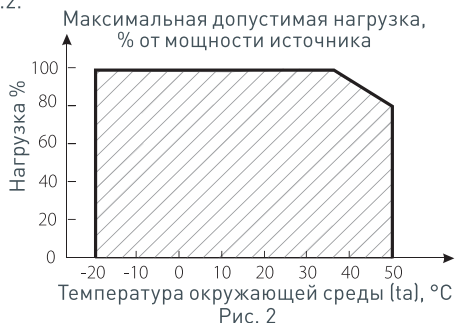

Рис. 2
4.3. Не нагружайте источник питания более 80% от его максимальной мощности. Учитывайте, что с повышением температуры окружающей среды, максимальная мощность источника питания снижается, см. график зависимости на Рис.2.